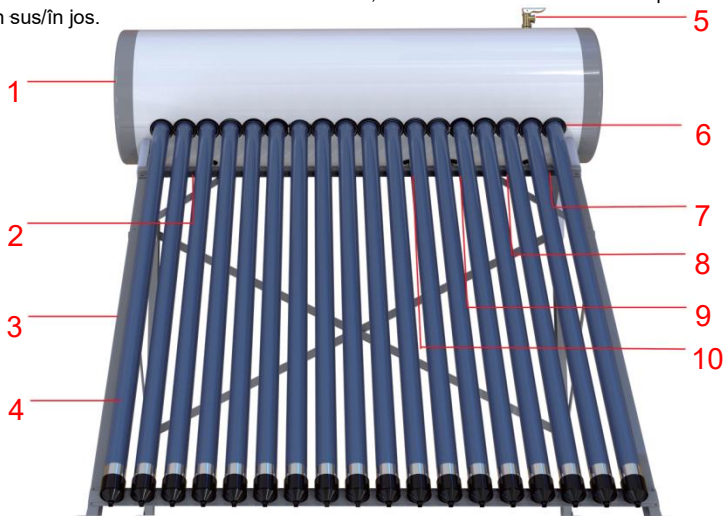

Fig.6
Vă rugăm să acordați atenție următoarelor aspecte atunci când efectuați instalarea: a se vedea (Fig. 6)
Introduceți inelul de fixare a părții anterioare a scaunului la capătul anterior al tubului de vid al conductei de căldură și montați inelul de fixare a părții anterioare a scaunului pe tija de legătură orizontală inferioară, după cum se arată în Fig. 6. Apoi montați inelul de reglare a părții anterioare a scaunului pe inelul de fixare prin rotirea acestuia; în timp ce rotiți, aplicați o forță adecvată pentru a ridica tubul de vid al conductei de căldură în sus, astfel încât să nu existe loc pentru deplasarea acestuia în sus/în jos.
- ① Umplerea cu apă: Încălzitorul este umplut cu apă prin presiune și fără dispozitiv de umplere (Fig.6), apa se va umple automat până la încălzitorul este plin și apoi se oprește.
- ② Utilizarea apei: Apa poate fi utilizată sub presiune.